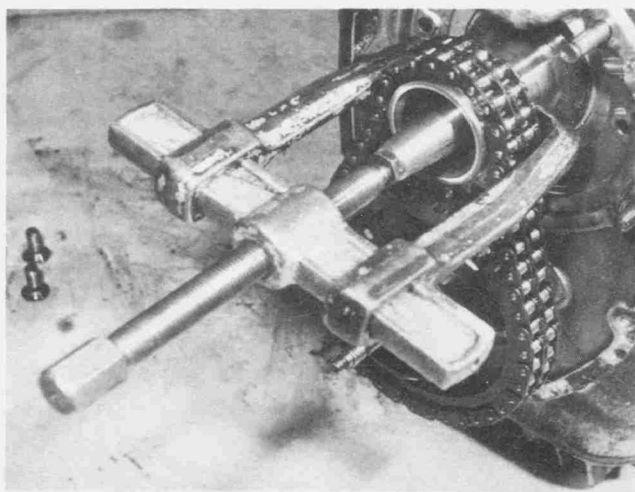

Bild 43
- Das Kurbelwellen-Kettenrad abziehen. Dies kann nur durch Ansetzen des Abziehgeräts an der Kette hinter dem Kettenrad erfolgen. Es muss sehr sorgfältig vorgegangen werden, damit die Kette nicht beschädigt wird (Bild 43).